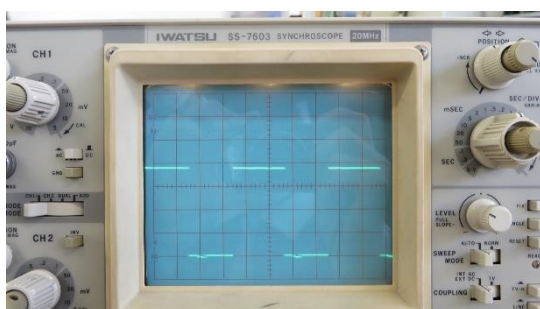

図4 近づけたとき
$v < 0$ であれば、前方の物体が相対的に近づいているので、PWMパルスのパルス幅を減らす。→図4
(3) 図3、図4の説明
② 図4